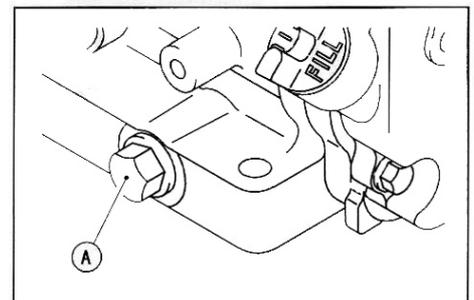

Figura 17
- Rimuovere il tappo di scarico (A, figura 17) nella parte inferiore del motore. Per facilitare lo scarico dell'olio rimuovere anche il tappo di rifornimento.